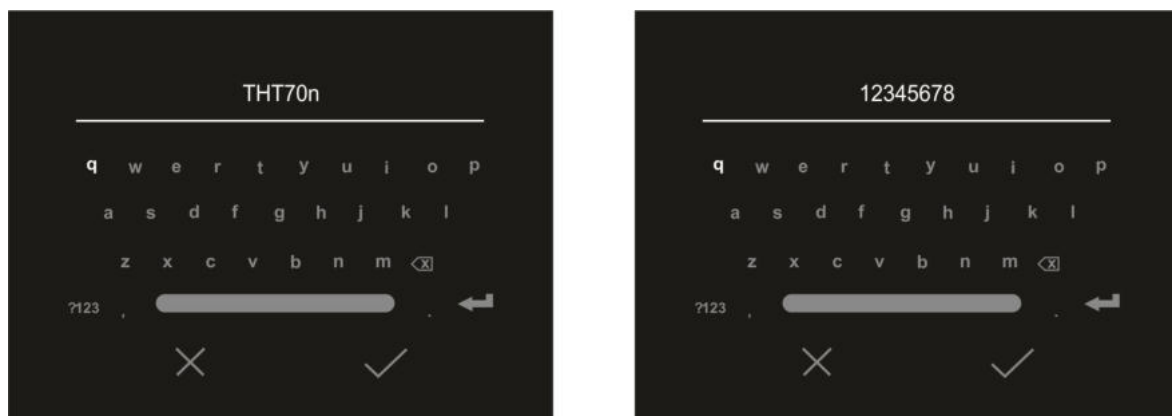

Fig. 17: Definizione SSID e Password del collegamento WiFi
3. Toccare la voce “SSID” per definire un identificatore ID personalizzato della connessione WiFi (default THT70n). La videata di Fig. 17 – parte sinistra è mostrata a display
5. Toccare la voce “Password” per definire la Password personalizzata della connessione WiFi (default “12345678”). La videata di Fig. 17 – parte destra è mostrata a display